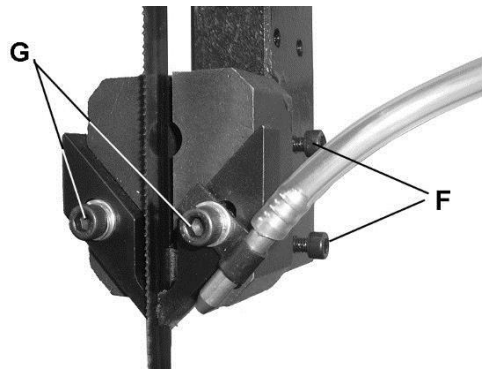

Abb. 9
2. Lösen Sie zwei Stellschrauben (F, Abb. 9) und stellen Sie die Führung so ein, dass sich die Blattführungen hinter den Sägezähnen befinden. Die Blattführungen müssen auch während des Schneidvorgangs, wenn das Blatt nach hinten gebogen wird, weit genug nach hinten justiert sein, damit sie das Sägeblatt nicht berühren.
3. Die zwei Stellschrauben (F, Abb. 9) wieder anziehen.
5. Lösen Sie zwei Sechskantschrauben (G, Abb. 9) und justieren Sie beide Finger in Bezug auf das Sägeblatt. Sie sollten das Blatt nicht berühren. Der Abstand sollte beidseitig 0,25 mm betragen.
6. Ziehen Sie die beiden Schrauben (G, Abb. 9) nach erfolgter Einstellung wieder an. Achten Sie darauf, dass sich die Justierung der Luftdüse nicht verändert hat und der Luftstrom zum Schnittbereich geleitet wird.